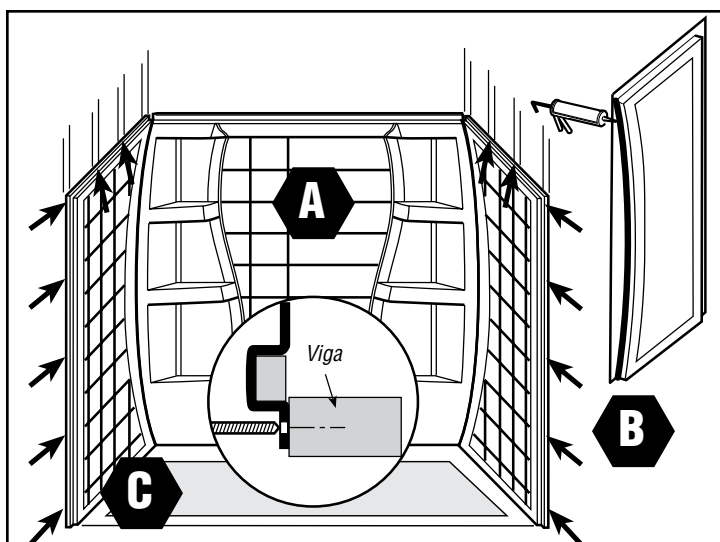

Figura 4
- 5** Coloque una capa de adhesivo en cada viga de la pared que entrará en contacto con los paneles laterales. También coloque una capa de adhesivo en el borde de los paneles laterales como se muestra en la Figura 4. Instale cada panel lateral deslizándolo firmemente contra cada esquina. Presione firmemente cada panel para asegurar que se adhiera correctamente a las vigas de la pared. Marque y perforo un agujero de 3/16" en el centro del ala de fijación en la parte superior del panel en el centro de cada viga. Perfore también agujeros de 3/16" en el ala de sujeción frontal de cada panel lateral a intervalos de aproximadamente 12" centrados en el ala (Figura 4). Martille clavos galvanizados de 3/4" para techo en las vigas de la pared a través de cada agujero para fijar los paneles de la pared.